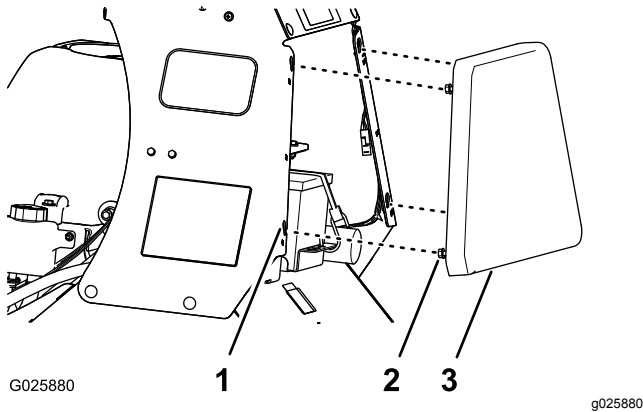

Figure 30
2. Avancez la plaque jusqu'à ce qu'elle soit de niveau avec le cadre de la console (Figure 30).
3. Abaissez la plaque jusqu'à ce que les boulons à embase soient engagés dans les fentes (Figure 30).
1. Desserrez les 4 boulons à embase qui fixent la plaque aux panneaux gauche et droit de la console (Figure 30).
2. Soulevez la plaque de la console (Figure 30) d'environ 13 mm (0,5 po).
3. Tirez la plaque en arrière et déposez-la de la machine (Figure 30).
1. Placez les 4 boulons à embase sur la face avant de la console en face des 4 fentes en trou de serrure dans le cadre de la console (Figure 30).